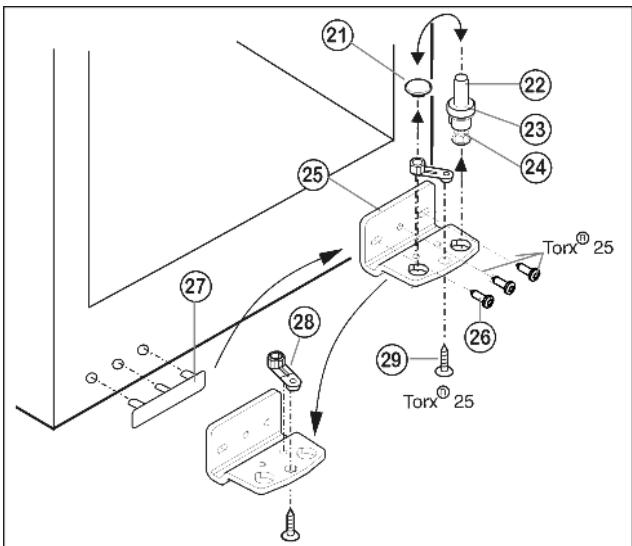

Fig. 6
- ▶ Извлеките опорный винт Fig. 6 (22) в комплекте с шайбой Fig. 6 (23) и регулируемой опорой Fig. 6 (24), вытягивая его вверх.
- ▶ Снимите пробку Fig. 6 (21).
- ▶ Открутите Fig. 6 (26) опорный кронштейн Fig. 6 (25).
- ▶ Открутите Fig. 6 (29) опорную деталь Fig. 6 (28) и, переставив в отверстие на противоположной стороне опорного кронштейна, снова прикрутите.
- ▶ Осторожно снимите и переставьте на противоположную сторону крышку со стороны ручки Fig. 6 (27).
- ▶ Снова прикрутите опорный кронштейн Fig. 6 (25) на новой стороне шарнира (**с моментом 4 Нм**). При необходимости используйте аккумуляторный шуруповерт.
- ▶ Переставьте пробку Fig. 6 (21) в свободное отверстие.
- ▶ Вновь установите опорный винт Fig. 6 (22) в комплекте с шайбой и регулируемой опорой. При этом фиксатор должен быть направлен назад.